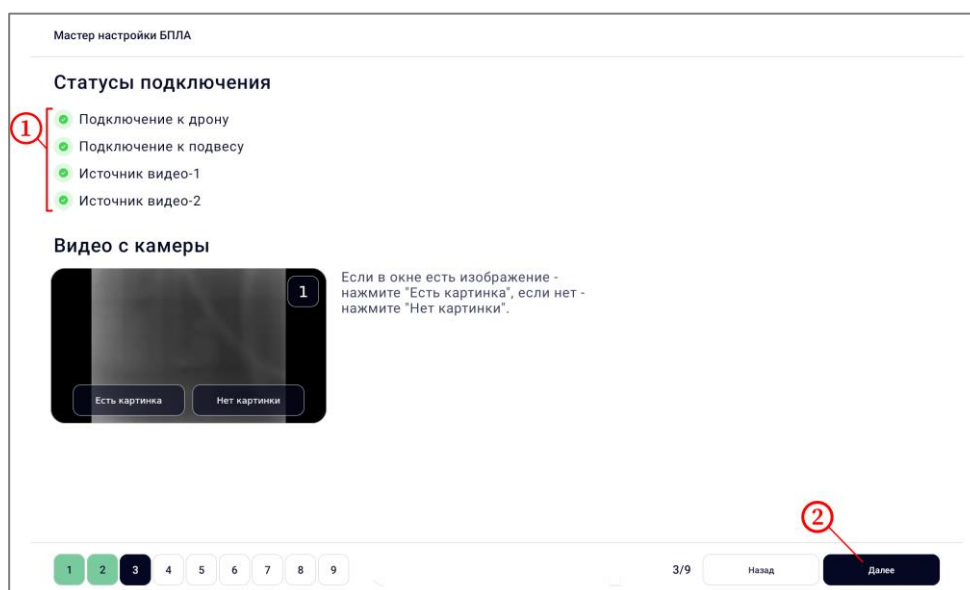

Рисунок 8 – Переход к шагу 4
- удостовериться, что все статусы подключения в норме (рисунок 8, шаг 1);
- нажать на кнопку «Далее» (рисунок 8, шаг 2).